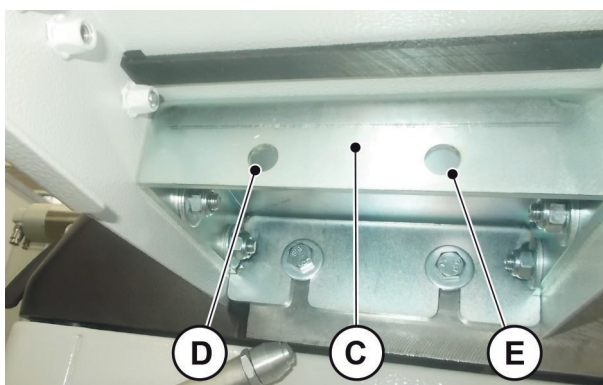

Fig. 05-06
- Enganchar y fijar el transportador de rodillos en la chapa "C" (Fig. 05-06) con los tornillos de fijación colocados en los agujeros "D" y "E" (Fig. 05-06).